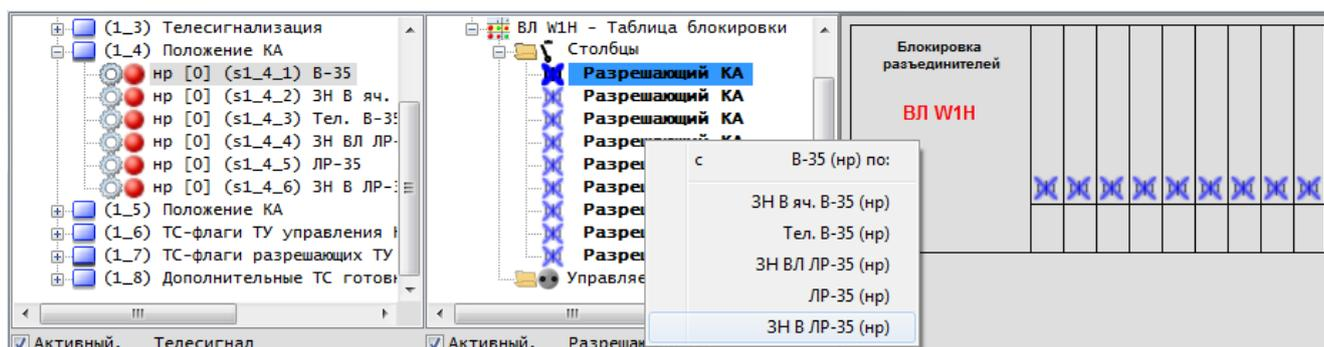

Рис. 6.29. Выбор последнего сигнала, который необходимо привязать «мастеру».
- В контекстном меню (списке сигналов) нужно выбрать последний сигнал, который необходимо привязать (смотрите Рис. 6.29).